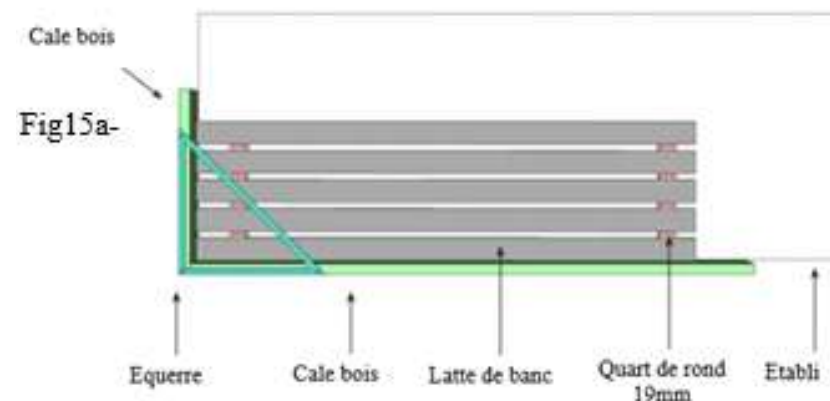

Fig.15b
- i. Commencez par construire le châssis : Placez les 2 pièces formant la longueur du cadre et les 2 pièces formant la largeur. Assemblez-les par l'intermédiaire des cornières métalliques. Percez à l'aide d'un foret de 3mm. Utilisez 4 vis de 20mm pour chaque fixation (fig15b).